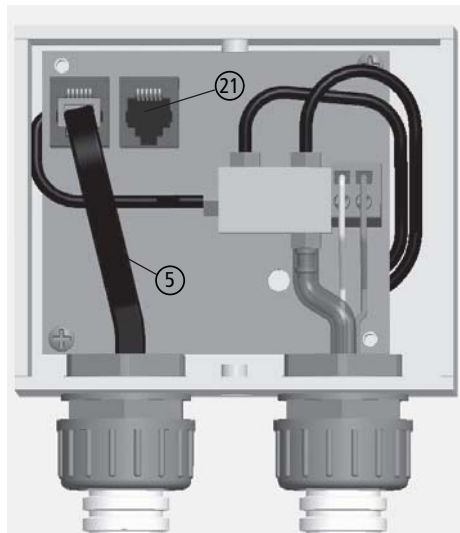

Abb. 4.10 Bedien- und Messeinheit, Anschluss der Datenbusleitung
- ⑤ Die Datenbusleitung zwischen der Schalteinheit des LUC und der Bedien- und Messeinheit auf der linken Buchse der Messplatine einstecken (siehe Abb. 4.10),
- ②1 die Display-Einheit mit ihrer Datenbusleitung in der rechten Buchse einstecken, bzw. eingesteckt lassen.